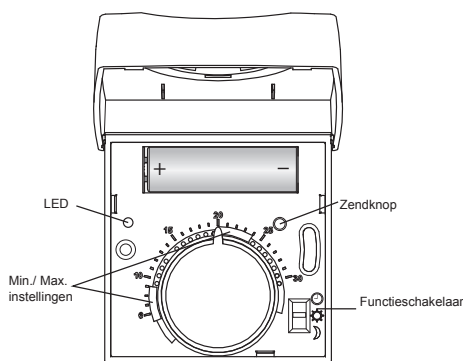

Fig. 12 Zenderthermostaat met geopende kap
Met de draaiknop op de thermostaat kunt u de ruimtemtemperatuur naar wens verhogen of verlagen. Wenst u de exacte waarde van de instelling te weten, dan kunt u deze aflezen door het deksel van de zenderthermostaat te openen. (zie fig. 12).
- Druk kortstondig op de zendknop (zie fig. 12).
Begrenzing is mogelijk door de kap te openen en de rode en blauwe pen onder de knop te verstellen (zie fig. 12).